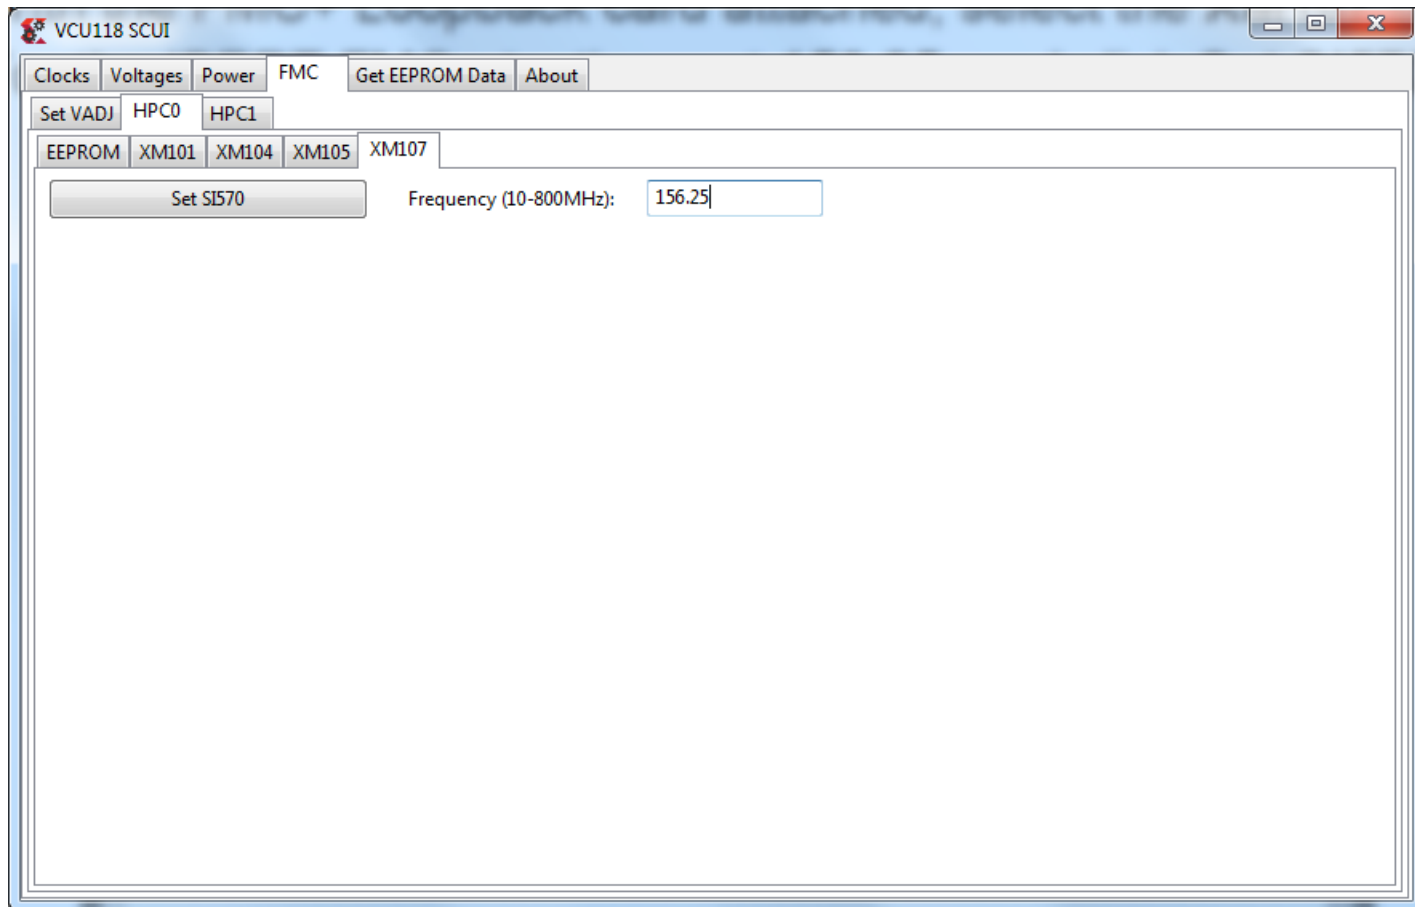

図 11: FMC+ ループバック ボードの基準クロックのセットアップ
2. 「156.25」と入力して [Set SI570] をクリックします (図 11)。